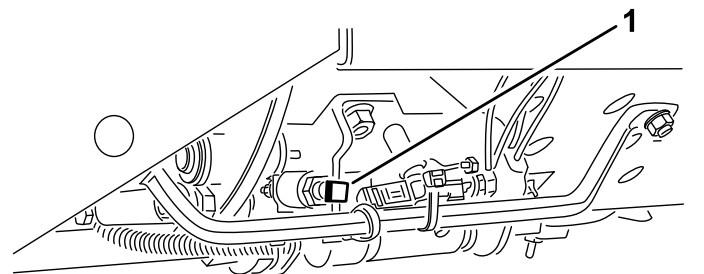

Figura 26
**Importante:** A velocidade de corte vem definida desde a fábrica e é de 9,7 km/h. Pode aumentar ou diminuir a velocidade de corte ajustando o parafuso de paragem da velocidade (Figura 26).